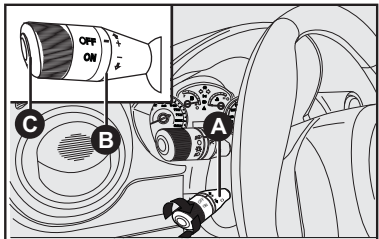

fig. 54
- Comandos - fig. 54
O piloto automático é comandado pela alavanca **A-fig. 54**.
A extremidade da alavanca **A-fig. 54** pode assumir duas posições:
Um breve toque na alavanca **B-fig. 54**, para cima (+) permite aumentar a velocidade memorizada.
Um breve toque na alavanca **B-fig. 54**, para baixo (-) permite diminuir a velocidade memorizada.
A cada acionamento da alavanca **B-fig. 54** a velocidade aumenta ou diminui cerca de 1 km/h.
Após o desligamento automático do dispositivo, o botão **C-fig. 54** permite restabelecer a velocidade memorizada.
ATENÇÃO: girando a chave da ignição na posição **STOP**, ou a extremidade da alavanca **A-fig. 54** na posição **OFF**, a velocidade memorizada é cancelada e o sistema desligado.
A extremidade da alavanca **A-fig. 54** pode ser deixada constantemente na posição **ON** sem danificar o dispositivo. No entanto, recomenda-se desativar o dispositivo quando o mesmo não for utilizado, girando o comutador na posição **OFF** para evitar memorizações acidentais de velocidade.
- girar a extremidade da alavanca **A-fig. 54** em **ON** e pisando no pedal do acelerador, levar o veículo à velocidade desejada;
- pressione o botão **C-fig. 54**.
- posicionando a alavanca **A-fig. 54** de modo momentâneo em (+).
- posicionando a alavanca **A-fig. 54** em (-) até o alcance da nova velocidade que permanecerá automaticamente memorizada.
- Girar a extremidade da alavanca **A-fig. 54** em **OFF** ou a chave de ignição na posição **STOP**.